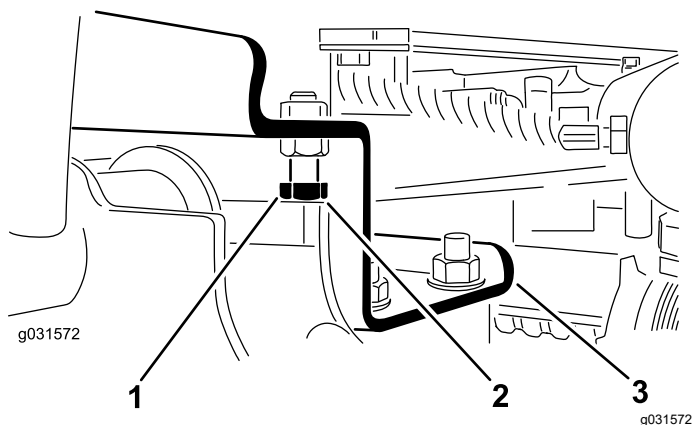

Figura 11
- A. Allentate i bulloni di arresto (Figura 11).
2. Assicuratevi che la distanza tra ciascun braccio di sollevamento e il bullone di arresto sia pari a 0,13–1,02 mm, come illustrato nella Figura 11.